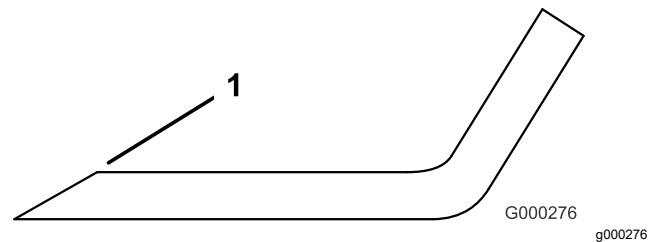

Рисунок 87
3. Проверьте режущие кромки всех ножей и заточите их, если они затупились или имеют зазубрины (Рисунок 87).
Примечание: Чтобы ножи всегда оставались острыми, затачивайте только верхнюю сторону режущей кромки и сохраняйте первоначальный угол заточки (Рисунок 87). Балансировка ножа не нарушается при удалении одинакового количества металла с обеих режущих кромок.